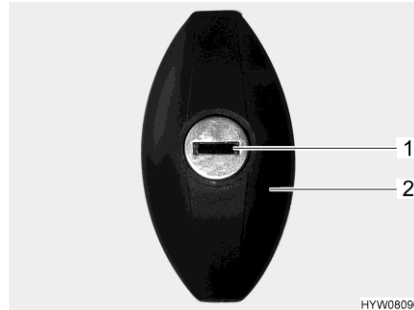

Fig. 61 Cerradura de la trampilla
- Introducir la llave en el cilindro de cierre (Fig. 61,1) y girarla media vuelta en sentido contrario a las agujas del reloj. El asidero de la cerradura (Fig. 61,2) se abre de golpe.